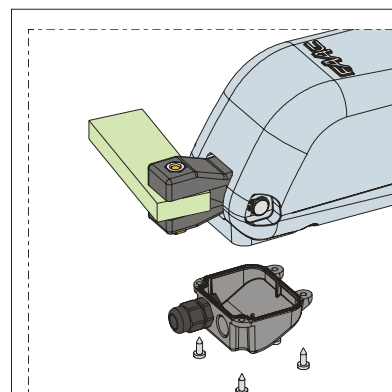

Fig. 15
- 4) Sluit het deksel met de vier bijgeleverde schroeven, fig.15.